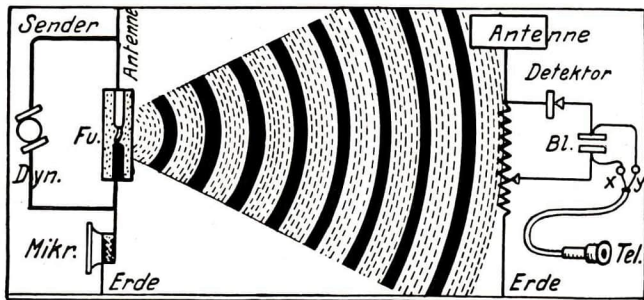

Abb. 390. Rundfunkanlage
**1. Sendestelle.** In dieser ist eine **Wechselstromdynamo** aufgestellt, die eine Bogenlampe (**Poulsonlampe**) oder eine Funkenstrecke betreibt. **Hertz** hat **1887** gezeigt, daß ein elektrischer Funke den ganzen umgebenden Ätherraum in Schwingung versetzt. Ähnlich wie von einer angeschlagenen Stimmgabel Schallwellen fortlaufen (Abb. 196), so laufen von einem elektrischen Funken **elektrische Wellen** fort (Abb. 390), die sich dicht aufeinanderfolgend mit ungeheurer Geschwindigkeit (Lichtgeschwindigkeit) ausbreiten.